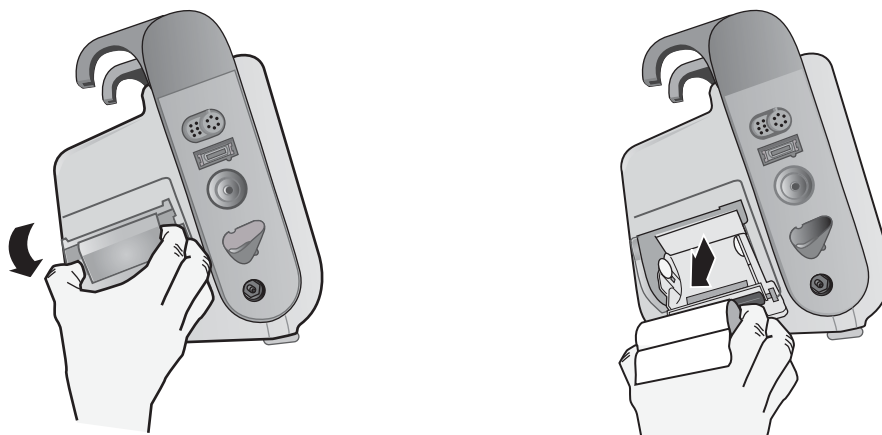

Figure 24-1. Ouverture de la porte de l'imprimante et déchargement du papier
1. Ouvrir le capot de l'imprimante (voir Fig. 24-1) et retirer tout reste de papier.